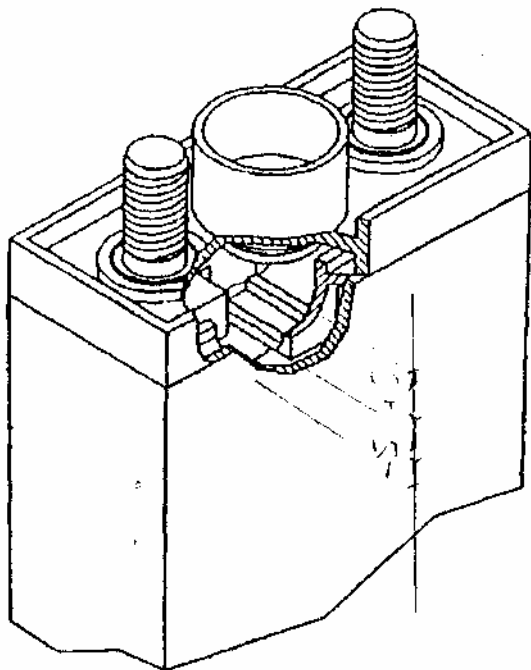

Рисунок 5. Указатель уровня электролита
- была проведена корректировка уровня электролита по нижнему краю указателя уровня электролита (технологическая карта №5, рис.5).
- electrolyte level was set according to lower border of electrolyte level indicator (Maintenance task #5, Fig.5).
• Визуально через горловины сосудов проверьте уровень электролита во всех аккумуляторах. Номинальный уровень электролита в каждом аккумуляторе должен достичь нижнего края указателя уровня электролита, с отклонениями ± 5 мм (см. рис.5).
<p>5. Регулировкой зарядного устройства установите величину постоянного тока заряда в соответствии с выбранным режимом. Зафиксируйте время начала заряда батареи.</p> <p>6. В процессе заряда не реже чем через каждые 30 минут контролируйте величины зарядного тока, напряжения на выводах батареи (рис. 8, 9, 10), температуры электролита. Температуру электролита контролируйте по показаниям термометра. При необходимости переставьте термометр в наиболее разогреваемый аккумулятор. Температура электролита при заряде не должна превышать +40°С.</p> <p>Через 2 часа после начала заряда и далее с периодичностью не более чем в 30 минут визуально через отверстия сосудов контролируйте уровни электролита во всех аккумуляторах батареи. Уровень электролита в каждом аккумуляторе не должен быть выше нижнего края указателя уровня электролита ±5 мм (рис.5). Выплескивание электролита через отверстия сосудов не допускается.</p> <p>Осторожно!</p> <p>Контроль производите только в защитных очках.</p>	<p>При отклонении зарядного тока от нормы, подрегулируйте ток. Если напряжение на батарее не повышается во время заряда, проверьте надежность и правильность подключения батареи к зарядному устройству.</p> <p>Если температура электролита в процессе заряда достигла +40°С, заряд следует прекратить. После охлаждения батареи до температуры +30°С продолжите заряд.</p> <p>Отберите избыток электролита из аккумулятора, используя приспособление для корректировки уровня. При выплескивании электролита и попадании его внутрь контейнера между аккумуляторами провести работы по разборке и чистке батареи согласно п.п.1...9 ТК 8. После сборки батареи проверьте ее параметры в объеме 12-и месячного периодического обслуживания.</p>
<p>8. За 15 ...10 минут до окончания заряда при подключенном зарядном устройстве при токе заряда $0,2 \cdot I_1$ проведите следующие операции:</p> <ul style="list-style-type: none"> • Измерьте величину напряжения на каждом аккумуляторе. Напряжение на всех аккумуляторах должно быть не меньше 1,56 В. • Визуально через горловины сосудов проверьте уровень электролита во всех аккумуляторах. Номинальный уровень электролита должен находиться по нижнему краю указателя уровня электролита ± 5 мм (см. рис.5). Осторожно! Контроль производите только в защитных очках. Внимание! Доливать только дистиллированную воду, соответствующую требованиям ГОСТ 6709 / VDE 0510! Доливание раствора едкого калия запрещено! • Проверьте плотность электролита в аккумуляторах, на которых перед началом технического обслуживания были обнаружены следы карбонизации. Если перед началом технического обслуживания следов карбонизации не обнаружено, то при выполнении 12-и месячного периодического обслуживания проверьте плотность электролита в 2..3 аккумуляторах батареи. Плотность электролита не должна быть меньше 1,22 кг/л 	<p>Продолжите заряд дополнительно в течение 1-2-х часов. Если напряжение на тех же аккумуляторах не достигло 1,56В -замените их согласно ТК 8 и проверьте параметры батареи в объеме 12-и месячного периодического обслуживания. Если уровень электролита находится ниже требуемого предела (-5 мм) добавьте дистиллированную воду. Если в результате неправильных действий уровень электролита превысил допустимый (+5 мм) - отберите избыток электролита из аккумулятора, используя приспособление для корректировки уровня электролита. При выплескивании электролита и попадании его внутрь контейнера между аккумуляторами провести работы по разборке и чистке батареи согласно ТК 8. После сборки батареи проверить ее параметры в объеме 12-и месячного периодического обслуживания.</p> <p>Замените аккумуляторы с пониженной плотностью согласно ТК 8. После сборки батареи проверьте ее параметры в объеме 12-и месячного периодического обслуживания.</p>